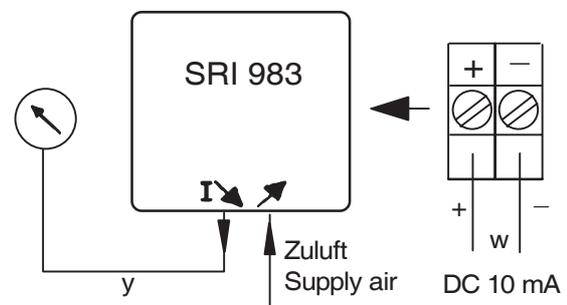

Abb. 28: Prüfschaltung
- g) Stellungsregler laut Prüfschaltung Abb. 28 anschließen. Zuluft 1,4 bar vorgeben.